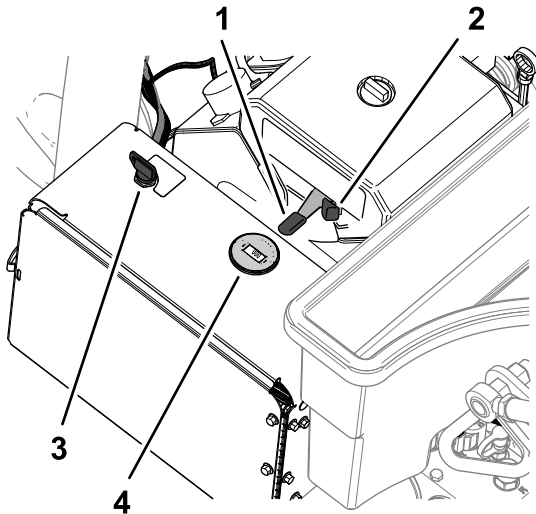

Bild 77
- Verwenden Sie den Choke (Bild 77) folgendermaßen: